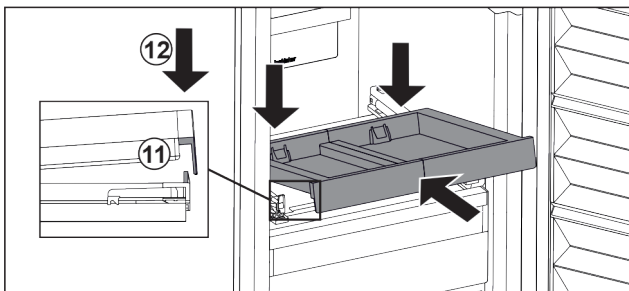

Fig. 108
- ▶ Schuin erin schuiven. Zorg ervoor dat de aanslag aan beide zijden achter de lip is. Fig. 108 (11)
- ▶ Uitschuifplateau aan voorzijde neerzetten. Fig. 108 (12)